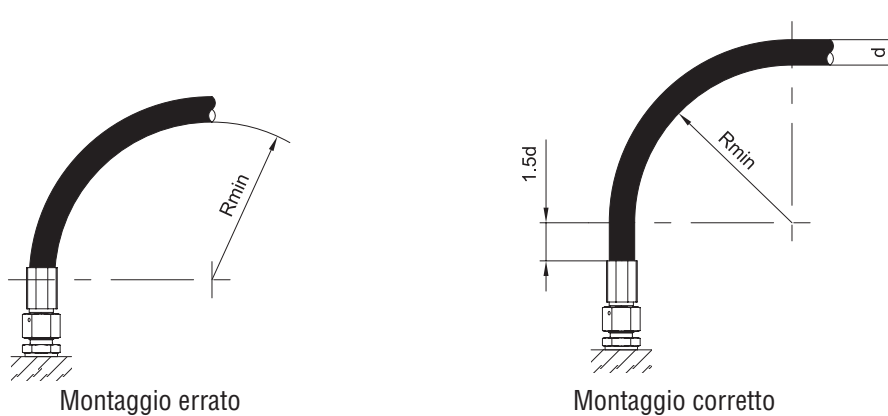

Fig. 4
4. Se il tubo flessibile deve subire una curvatura la sua lunghezza dev'essere tale da mantenere il raggio di curvatura minimo consentito e da far iniziare la curva solamente dopo una lunghezza pari a $1,5d$. Dove non è possibile seguire tale prescrizione, prevedere una protezione nella zona di piegatura (Fig.4).